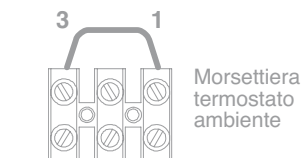

Fig. 5.18
- Collegare il cavo di alimentazione elettrica proveniente dall'interruttore onnipolare alla morsettiera di alimentazione elettrica della caldaia Fig. 5.18 rispettando la corrispondenza della linea (filo marrone) e del neutro (filo azzurro).